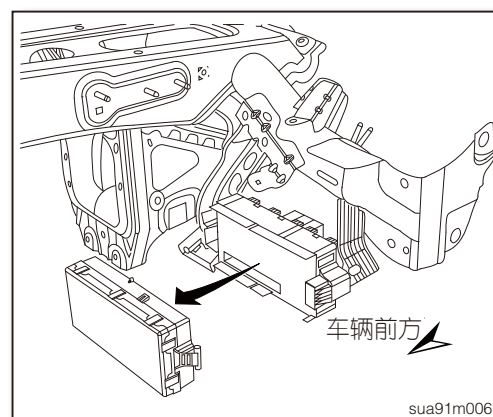

图8
4. 拆开与BCM相连的两个线束接头, 接着将BCM拆下(如图8)。